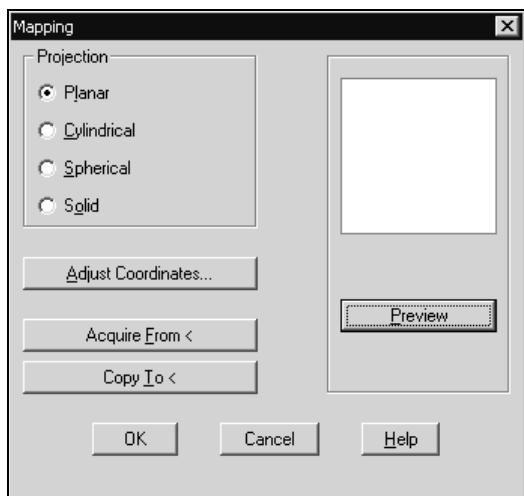

Рис. 10.10. Диалоговое окно **Mapping**
Наложение — это проектирование плоской растровой картинке формата BMP, TGA, TIFF, PCX или JPEG на поверхность трехмерного объекта для получения эффектов, усиливающих реалистичность восприятия тонируемого изображения. Программа использует четыре типа проектирования картинке на объект, которые обычно выбираются в зависимости от основной конфигурации объекта (см. рис. 10.10):
3. Вызвать диалоговое окно **Mapping** (Наложить текстуру) (рис. 10.10), нажав на панели инструментов кнопку **Mapping** (Наложить текстуру), а затем выбрав объекты чертежа, на которые будет наноситься текстура.